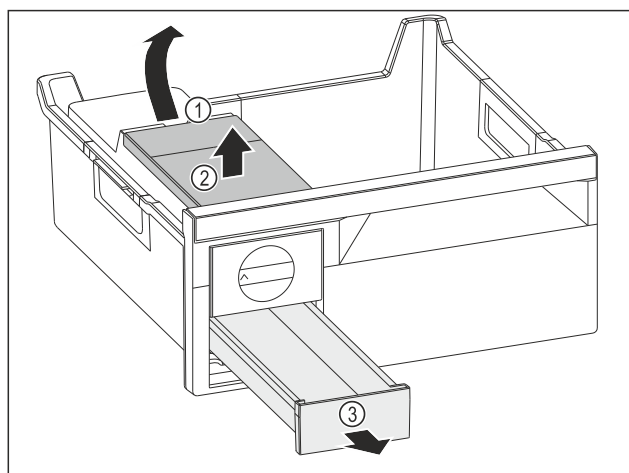

Fig. 140
- ▶ Вийняти бак для води: підняти бак для води за заглиблення Fig. 140 (1).
- ▶ Вийняти бак для води Fig. 140 (2) рухом вгору.
- ▶ Вийняти висувний ящик для кубиків льоду Fig. 140 (3) рухом вперед.